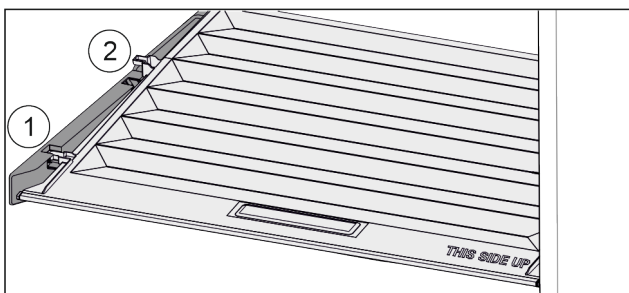

Fig. 71
- ▶ Издърпайте напред Fig. 71 (1) капака до отвора в задържащите части.
- ▶ Повдигнете го отзад отдолу и отстранете Fig. 71 (2) нагоре.